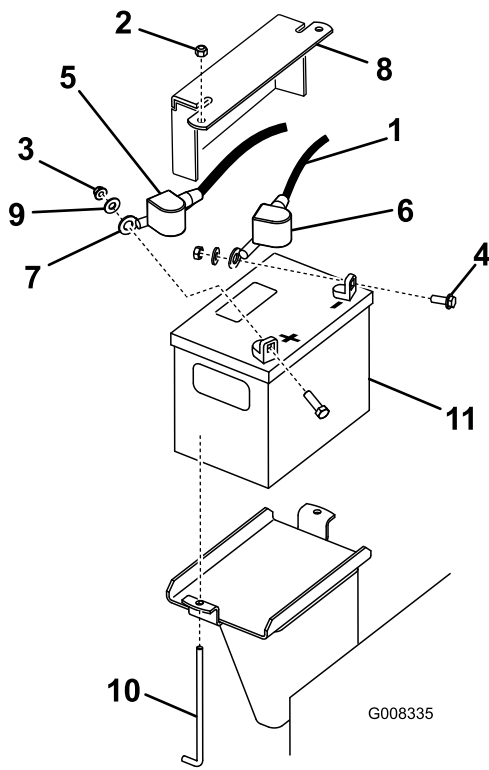

Figura 49
3. Levante la cubierta de goma negra del cable negativo. Desconecte el cable negativo del borne negativo (-) de la batería (Figura 49).
4. Retire la cubierta de goma roja del borne positivo (rojo) de la batería. Luego retire el cable positivo (rojo) de la batería (Figura 49).
5. Retire la pletina de sujeción, los pernos en J y las contratueras que fijan la batería (Figura 49). Retire la batería.
- Usando las fijaciones que retiró anteriormente, conecte el cable positivo (rojo) al borne positivo (+) de la batería (Figura 49).
- Usando las fijaciones que retiró anteriormente, conecte el cable negativo (negro) al borne negativo (-) de la batería (Figura 49).
- Sujete la batería con la barra y las tuercas de orejeta (Figura 49).